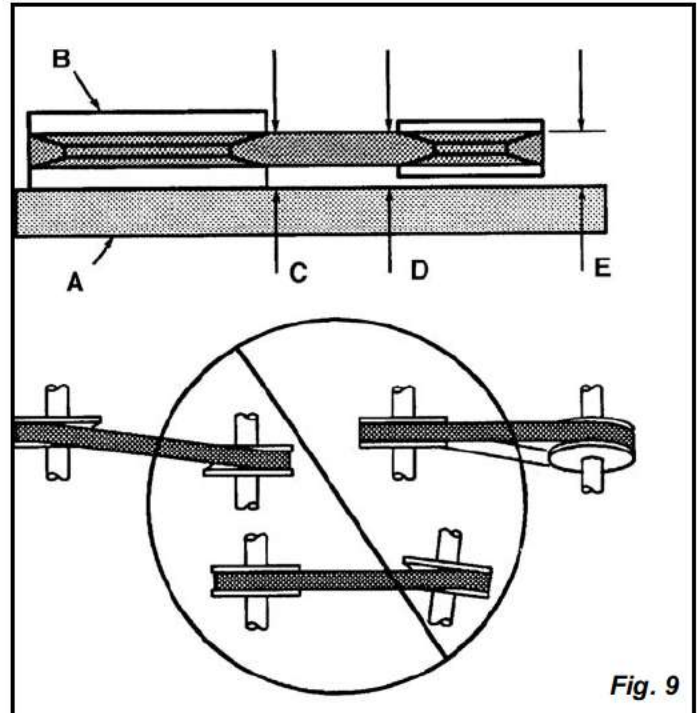

Fig. 9
To check pulley alignment, remove the belt guard and place a straightedge (see A) against the pump flywheel (see B) (See Fig. 9). Measure and record the distance from the straightedge to the edge of the drive belt at point C. Then measure the distance from the straightedge to the edge of the drive belt again at points D and E. Both distances should be the same as at point C. If D or E are different from C, there is a misalignment which must be corrected before the compressor is run. To correct a pulley misalignment, use the following procedure.
Pour vérifier l'alignement de la poulie, placez une règle (A) contre le volant-moteur du compresseur (B) (Fig. 9). Mesurez et notez la distance entre la règle et le bord de la courroie d'entraînement au point C. Mesurez ensuite de nouveau la distance entre la règle et le bord de la courroie d'entraînement aux points D et E. Les deux distances doivent correspondre à la même distance qu'en C. Si D ou E est différent de C, il existe un défaut d'alignement qu'il faut corriger avant de faire fonctionner le compresseur. Pour corriger un défaut d'alignement de la poulie, procédez comme suit :
Para verificar la alineación de la polea, retire el protector de la correa y coloque una regla (vea A) contra el volante de la bomba (vea B) (Fig. 9). Mida y registre la distancia desde la regla al borde de la correa de transmisión en el punto C. Luego mida la distancia desde la regla al borde de la correa de transmisión nuevamente en los puntos D y E. Ambas distancias deben ser iguales a la del punto C. Si D o E resultan distintas de C, existe una mala alineación que debe ser corregida antes de hacer funcionar el compresor. Para corregir una mala alineación de la polea, aplique el procedimiento siguiente.